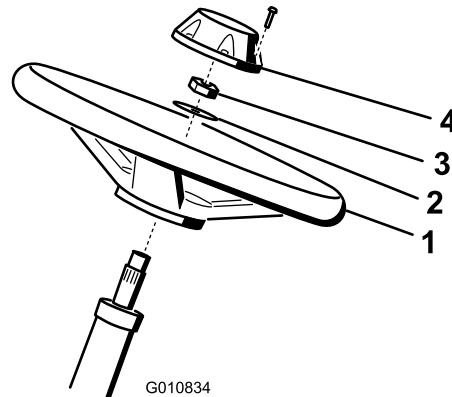

图 3
1. 将方向盘滑入转向轴图 3。
2. 将垫圈滑入转向轴图 3。
3. 使用锁紧螺母将方向盘固定到转向轴图 3 上上紧扭矩至 $2735\text{N}\cdot\text{m}$ 。
4. 将中心盖安装到方向盘上并用螺丝固定图 3。